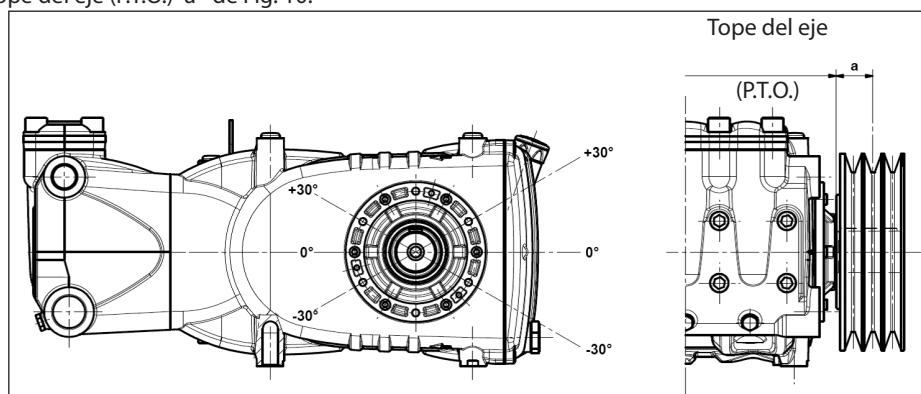

Fig. 10
La carga radial sobre el eje no debe ser superior a 4500 N (valor necesario para definir el Layout). La transmisión es considerada adecuada si tal carga es aplicada a una distancia máxima $a = 50$ mm del tope del eje (P.T.O) como se indica en la Fig. 10.
- b) Utilizar correas de alto rendimiento – por ejemplo **XPB** en lugar de **SPB** – ya que resultará necesario una cantidad inferior de correas en paridad de potencia transmitida y una consecuente distancia inferior de la resultante con respecto al tope del eje (P.T.O.) "a" de Fig. 10.